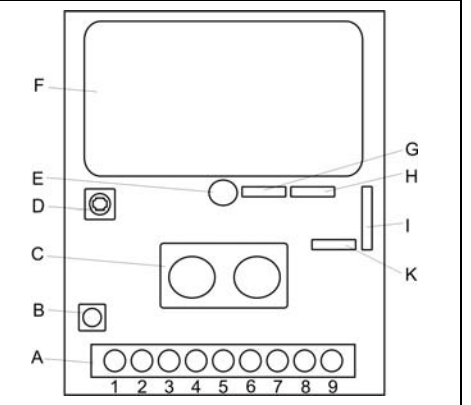

Fig. 1
8. Verbinden Sie die Drähte mit den Anschlussklemmen (Fig. 1)
8. Attach the wires to the connection terminal (Fig. 1).